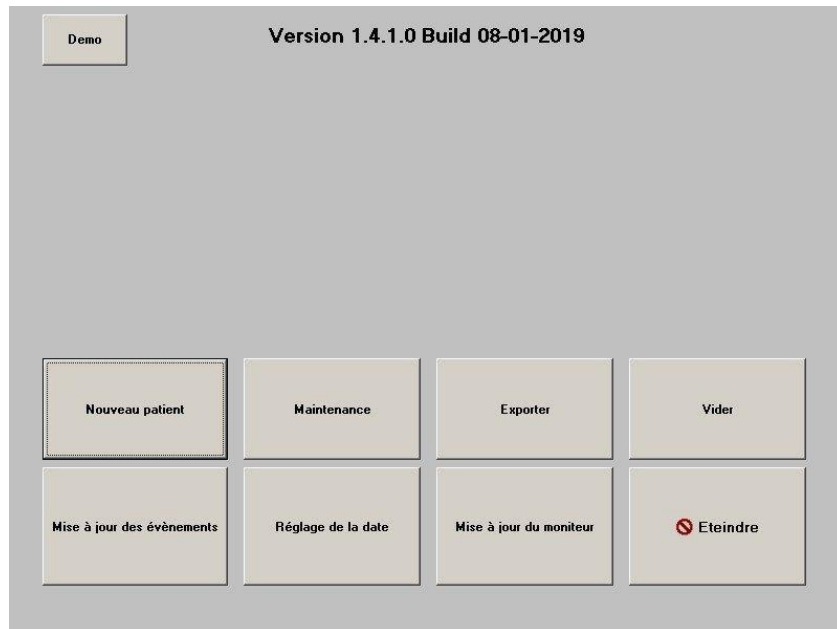
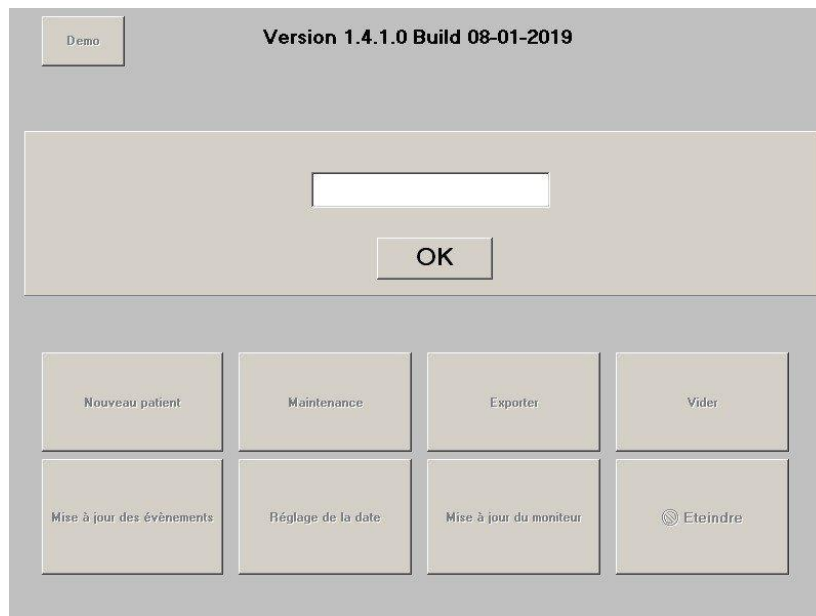
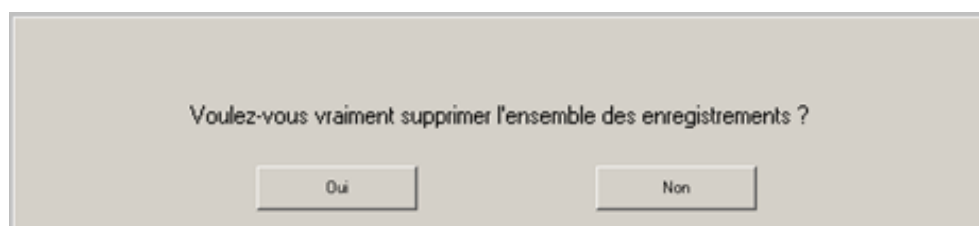
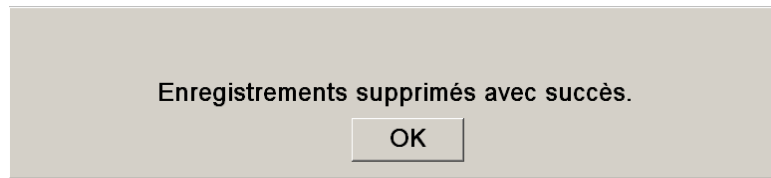

Figure 24
Figure 25
Figure 26
Figure 27
Si vous répondez « **Oui** », la fenêtre du menu principal s'affiche (figure 24) :
Une pression sur « **Nouveau patient** » (figure 24) réinitialise le moniteur et lance un nouveau monitoring ainsi que de nouvelles données exportables.
Une pression sur « **Maintenance** » (figure 24) ouvre une fenêtre avec une zone de saisie (voir sur la figure 25). Cet accès est protégé par un code qui vous sera transmis sur demande à Mdoloris Medical Systems.
Une pression sur le bouton « **Vider** » (figure 24) efface l'ensemble des données précédemment stockées. Une demande de confirmation vous est préalablement proposée (figure 26 page suivante).
Lorsque toutes les données sont supprimées, une fenêtre s'affichera pour informer que l'action s'est achevée correctement (figure 27). Appuyez sur le bouton « **OK** » pour revenir au menu principal (figure 24).
Pour récupérer ces images, il faut insérer une clé USB dans le port USB nommé par « Data Export ». Ensuite sélectionner « **Sortie patient** » en haut de l'écran. Dans la nouvelle fenêtre qui s'affiche (figure 24), choisir « **Exporter** ». Les images seront enregistrées dans un fichier. Le nom du fichier répond à la logique suivante : Heure- minute- mois- jour- année.
Une pression sur le bouton « **Exporter** » (figure 24) transfère l'ensemble des données stockées dans la mémoire du moniteur sur une clé USB qui aura été préalablement connectée au port USB appelé « *Data Export* » situé sur le côté du moniteur. Si le moniteur ne détecte pas de clé USB (absence de clé ou insertion incorrecte), un message s'affichera pour le signaler (figure 29). Une fois la clé USB correctement insérée, appuyez sur « **OK** » pour débiter l'export des données.
***A noter :** si vous répondez « Oui » il n'y aura plus aucun retour possible sur le patient en cours. Vous accèderez alors au menu principal (figure 24).*
Pour régler l'heure et la date il faut sélectionner « **Sortie patient** » pour atteindre le menu principal (figure 24) :
Dans le menu principal (figure 24), cliquer sur « **Mettre à jour le moniteur** ». Brancher une clé USB avec la nouvelle version de “PhysioM_INT.exe” fournie par votre représentant Mdoloris Medical Systems. Ensuite, sélectionner « **Mettre à jour le moniteur** » (figure 33).
Une pression sur le bouton «  **Eteindre** » (figure 24) quitte l'application et éteint le moniteur.